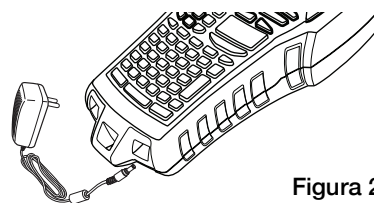

Figura 2
- 1 Conecte o adaptador de alimentação ao conector de alimentação na parte inferior da impressora de etiquetas. Consulte a Figura 2.